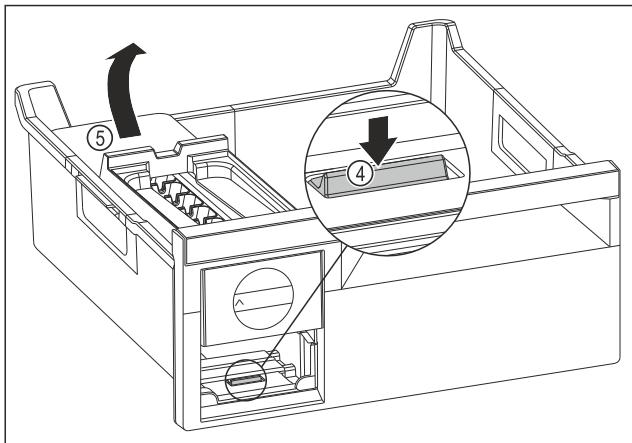

Fig. 183
- Odoberte korpus EasyTwist-Ice: Strmeň Fig. 183 (4) zatlačte prstom nadol a súčasne druhou rukou zdvihnite zozadu korpus EasyTwist-Ice Fig. 183 (5).